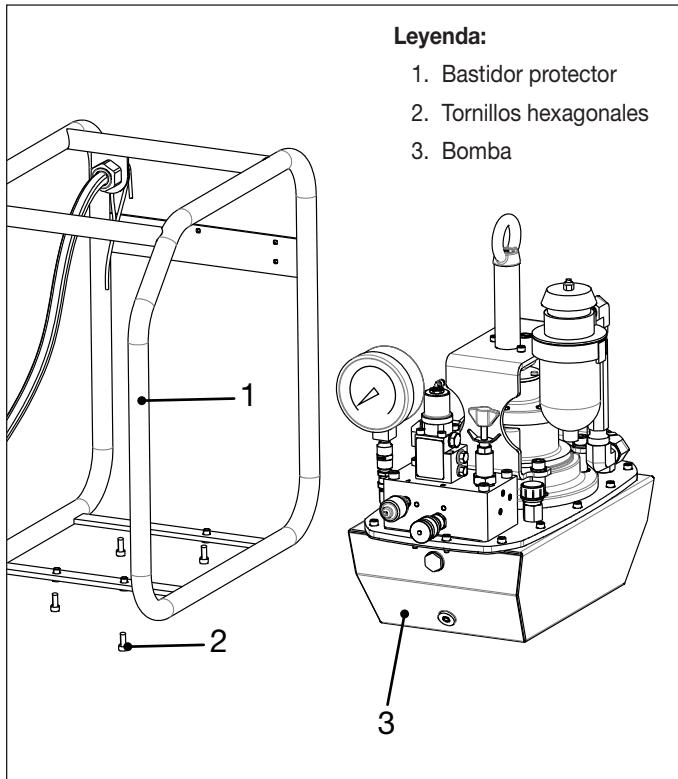

Figura 17: Bomba y bastidor protector
8. Retire los cuatro tornillos Allen que fijan el bastidor protector al depósito hidráulico. Véase Figura 17.
19. Fije el depósito hidráulico al bastidor protector con cuatro tornillos Allen. Aplique sellador de roscas Loctite 243 a los tornillos Allen y apriételos a un torque de 11-13 ft-lbs [14.9-17.6 Nm]. Véase Figura 17.